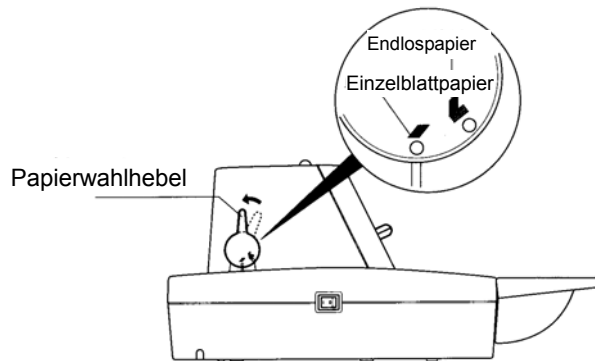

Abbildung 3-2 Einstellen des Papierauswahlhebels
- 2 Den Papierauswahlhebel gemäß Abbildung 3-2 in Richtung Druckerrückseite stellen und sicherstellen, dass das Einzelblattpapier-Zeichen auf das Symbol der oberen Abdeckung zeigt.